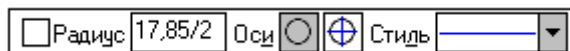

Рисунок 4.25 Выражение для вычисления радиуса
4. Введите выражение $17,85/2$ (рисунок 4.25) и нажмите клавишу **<Enter>**. Будет построена окружность, радиус которой равен результату этого выражения.